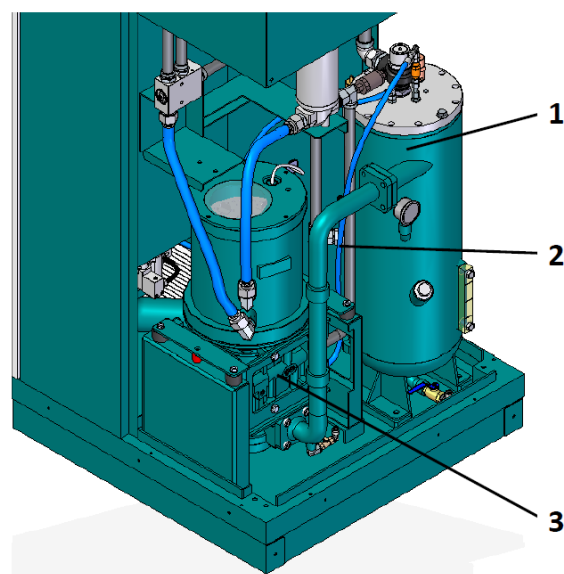

图 43：回油管路
8. 松开油气桶 (图 43/1) 与空压机主机(图 43/3) 之间的回油管 (图 43/2)
9. 清洁回油管 (图 43/2) 与接头。必要时，请以原厂备件更换。。
10. 将接头及回油管 (图 43/2) 装回原处，并锁紧螺丝与接头。